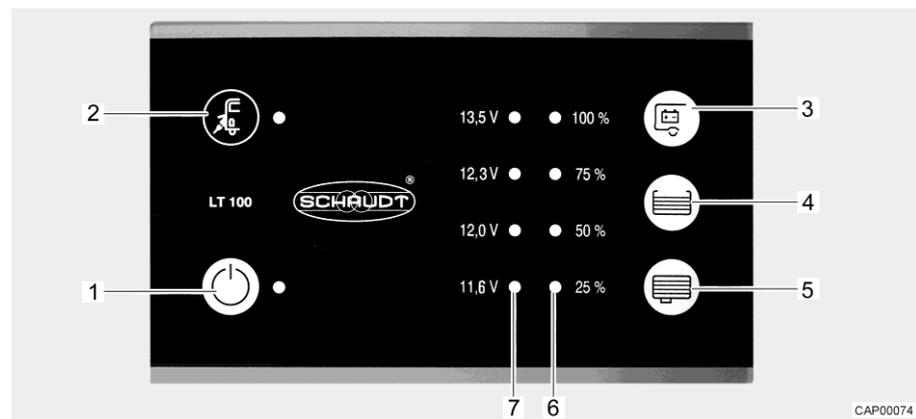

Fig. 70 Pannello di controllo (LT 100)
Il LED giallo accanto al simbolo del collegamento a rete "E" (Fig. 70,2) si accende, quando il veicolo è collegato a un'alimentazione di rete esterna. Il LED si accende anche se il pannello di controllo è spento.
L'interruttore principale a 12 V (Fig. 70,1) inserisce o disinserisce il pannello di controllo e l'alimentazione a 12 V dell'abitacolo.
- Accensione: ■ Premere l'interruttore "⏻" (Fig. 70,1): L'alimentazione a 12 V dell'abitacolo è inserita. Il LED diventa verde.
- Spegnimento: ■ Premere di nuovo l'interruttore "⏻" (Fig. 70,1): L'alimentazione a 12 V dell'abitacolo è disinserita. Il LED si spegne.
La scala LED (Fig. 70,7) indica la tensione della batteria dell'abitacolo nel modo seguente:
- Indicazione della tensione della batteria: ■ Premere il tasto "⏻" (Fig. 70,3): Viene indicata la tensione della batteria dell'abitacolo.
La scala LED (Fig. 70,6) indica il livello del serbatoio dell'acqua potabile o del serbatoio delle acque grigie.
Premere il tasto "☰" (Fig. 70,4): Il livello di riempimento del serbatoio dell'acqua potabile è indicato dai LED accesi.
Premere il tasto "☷" (Fig. 70,5): Il livello di riempimento del serbatoio delle acque grigie è indicato dai LED accesi.